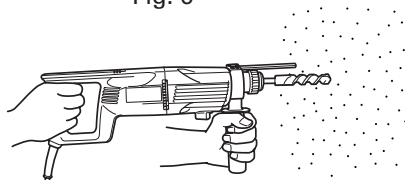

Fig. 7
- (1) Monter le foret de perçage.
- (2) Tirer l'interrupteur de déclenchement après avoir appliqué la pointe du foret sur la position de perçage désirée. (Fig.7)
- (3) Il n'est pas du tout nécessaire d'appliquer une forte pression sur le marteau rotatif. Il suffit d'appliquer une légère pression de manière à ce que la poussière et les éclats soient déchargés progressivement.
- **Quand le foret de perçage touche une poutre en fer, la mèche s'arrête immédiatement et la perceuse réagit en tournant. Par conséquent, tenir fermement la poignée principale et la poignée latérale, comme indiqué à la Fig. 7.**